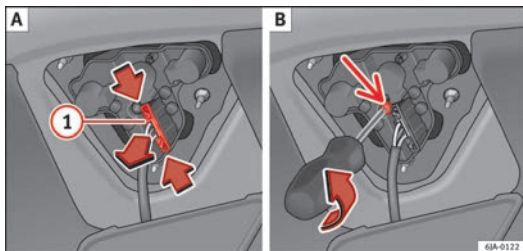

Fig. 163 Desmontar el portalámparas
- Acceda a los pilotos desconectando el conector ① ⇒ fig. 163 A y desatornillando el portalámparas ⇒ fig. 163 B. Tenga precaución de no perder el tornillo de fijación del portalámparas.